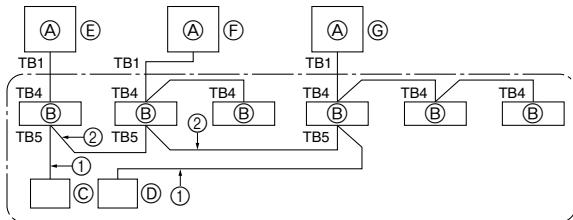

Fig. 10-1
- ① Avant de récupérer le réfrigérant, vérifier d'abord que les commutateurs DIP SW5 de changement de fonction sur la carte de commande de l'appareil extérieur sont désactivés. Si tous les commutateurs SW5 ne sont pas désactivés, enregistrer les réglages puis désactiver tous les commutateurs. Commencer à récupérer le réfrigérant. Une fois l'appareil installé à son nouvel emplacement et l'essai de fonctionnement continu effectué, repositionner les commutateurs SW5 sur les réglages précédemment enregistrés.
- ② Mettre sous tension (coupe-circuit).
- ③ Une fois la vanne d'arrêt de liquide fermée, activer le commutateur SWP sur la carte de commande de l'appareil extérieur. Le compresseur (appareil extérieur) et les ventilateurs (appareils intérieur et extérieur) s'enclenchent et la récupération du réfrigérant commence. Les témoins DEL 1 et 2 de la carte de commande de l'appareil extérieur s'allument.
- ④ L'appareil s'arrête automatiquement deux à trois minutes après la récupération de réfrigérant (témoin DEL 1 et 2 allumés), veiller à fermer rapidement la vanne d'arrêt de gaz. Lorsque les témoins DEL 1 et 2 sont allumés et que l'appareil extérieur est arrêté, ouvrir la vanne d'arrêt de liquide au maximum et répéter l'étape ③ après trois minutes.
- ⑤ Mettre hors tension (coupe-circuit).
10. Contrôle du système (Fig. 10-1)
④ SW 1 - 3 ~ 6	ON